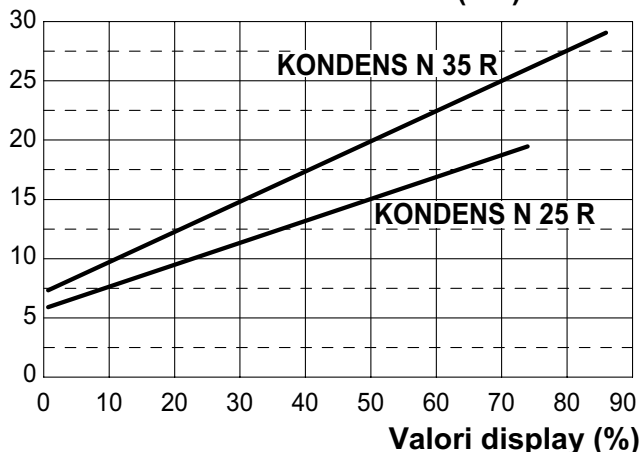
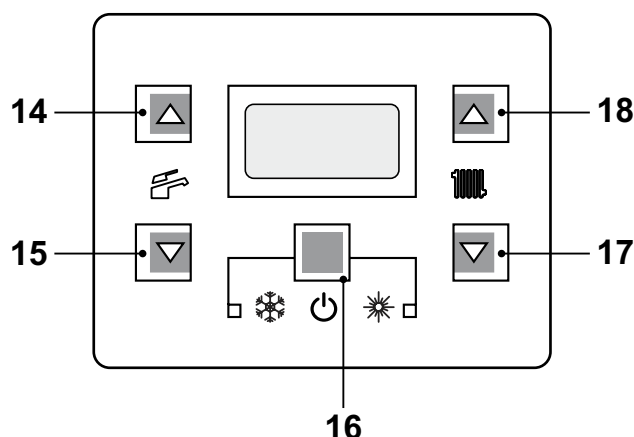
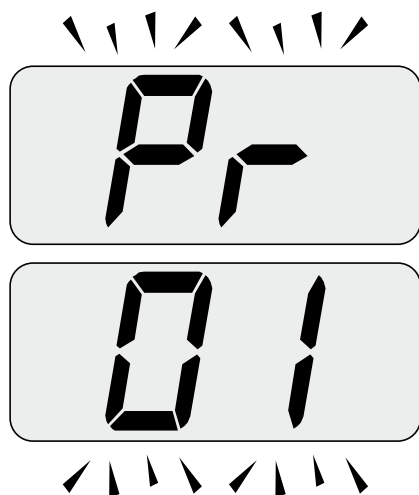
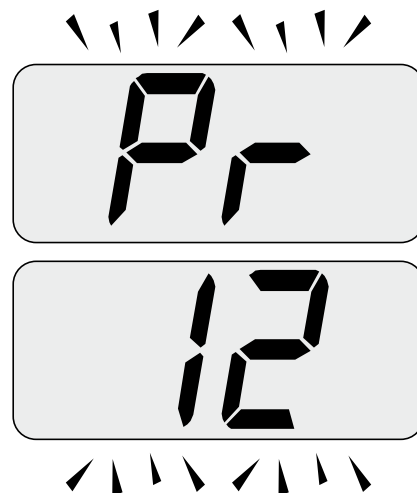

Figura 7.9
Figura 7.10
Figura 7.11
Figura 7.12
Il grafico in Figura 7.9 rappresenta come varia la potenza utile della caldaia in riscaldamento al variare del valore impostato nella scheda comando.
- Entrare in "modalità programmazione" premendo contemporaneamente per 10 secondi i tasti 16 - 17 - 18 (Figura 7.10) fino a far apparire sul display LCD le lettere **Pr** che si alternano con il codice **01**, indicanti l'entrata nel "parametro 01"(Figura 7.11).
- Scorrere i vari parametri utilizzando i tasti 17 o 18 fino a far apparire sul display LCD le lettere **Pr** che si alternano con il codice **12**, indicanti l'entrata nel "parametro 12" (Figura 7.12).
- Premere contemporaneamente i tasti 16 e 18 (Figura 7.10) fino a far apparire sul display LCD il valore del parametro 12 (Figura 7.13) (74=KONDENS N 25 R o 86=KONDENS N 35 R).
- Utilizzando i tasti 17 o 18 (Figura 7.10) è possibile modificare il valore del parametro 12 (riferirsi al grafico Figura 7.9 per determinare il valore corretto in funzione della potenza utile di riscaldamento).
- Premendo il tasto 16 (Figura 7.10) si ottiene la conferma del valore inserito.
- Premendo contemporaneamente i tasti 16 e 17 (Figura 7.10) si esce senza modificare il valore (ritorno alla lista parametri Figura 7.12)
- Premendo contemporaneamente per 10 secondi i tasti 16 - 17 - 18 (Figura 7.10) si esce dalla "modalità programmazione".